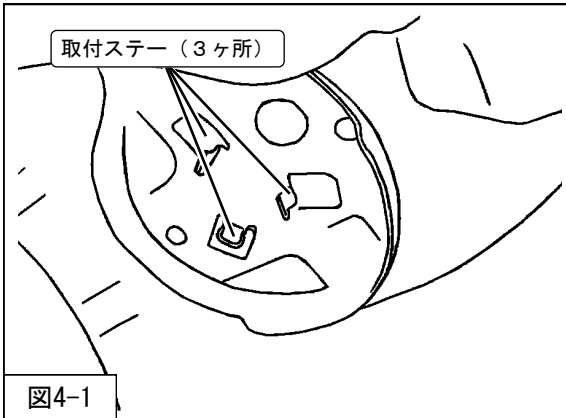

図4-1
1. 純正スプリングアッパーシート取付部の取付ステー (3ヶ所) を、ライドハイトアジャスターASSYに干渉しないところまで伸ばしてください。(図4-1)